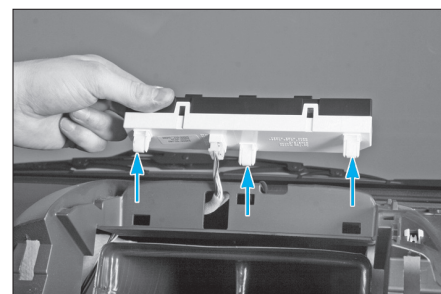

FIG. 41
- Dégrafer l'écran central et débrancher son connecteur (**Fig.41**).